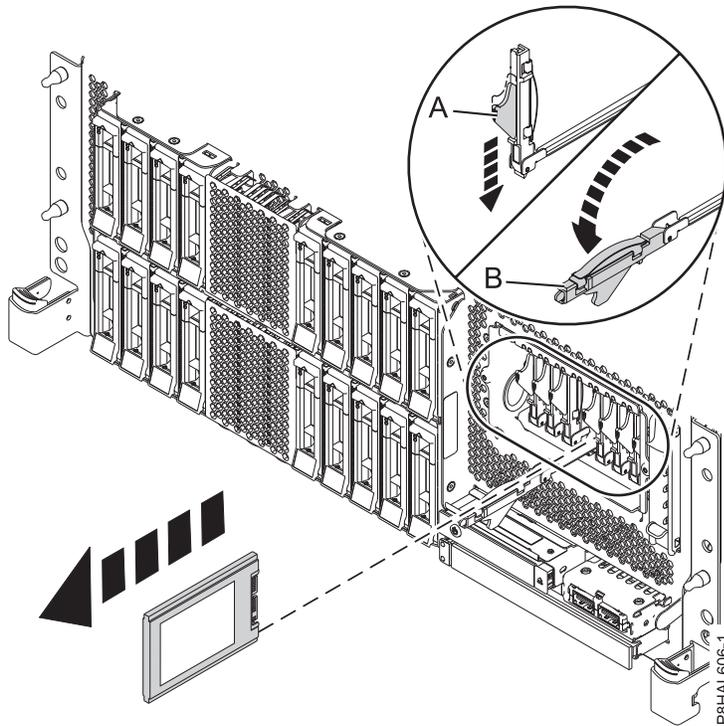
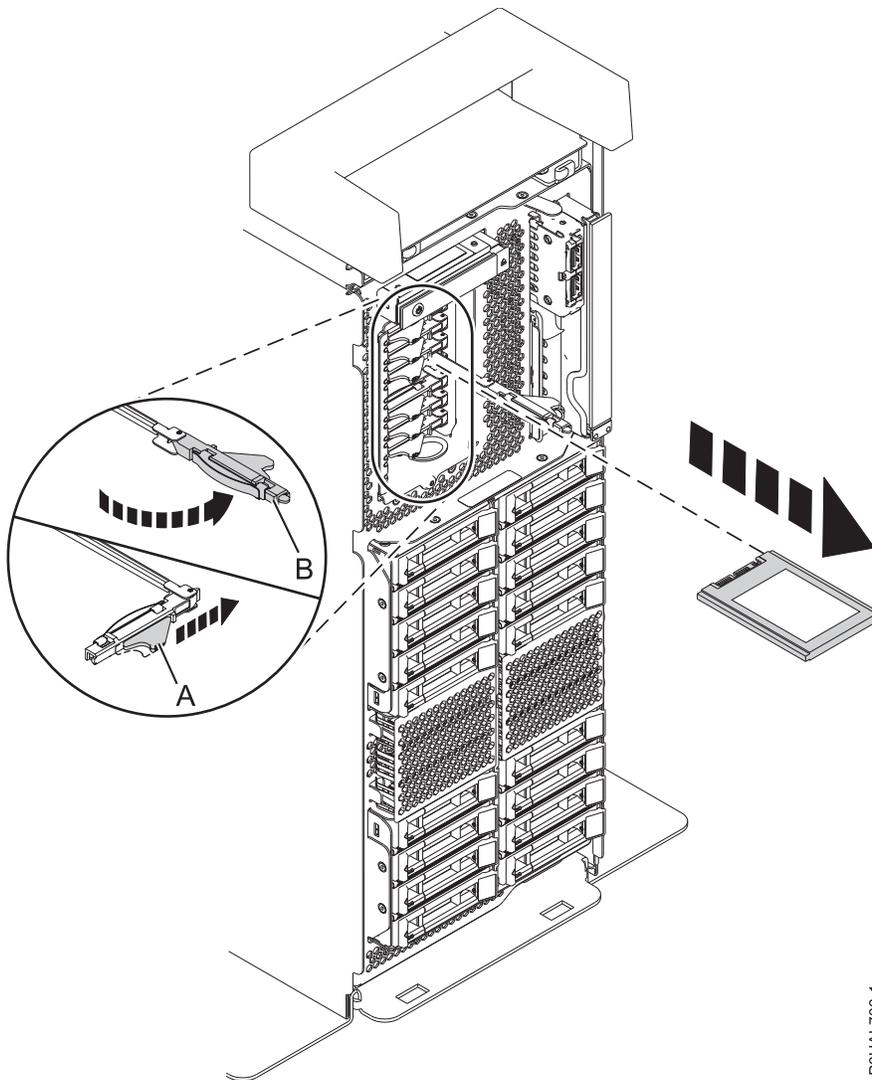

Abbildung 77. Solid-State-Laufwerk in einem Einschubsystem mit erweiterten Funktionen ausbauen
Abbildung 78. Solid-State-Laufwerk in einem Standalone-System mit erweiterten Funktionen ausbauen
11. Wenn die Kennzeichnungs-LED leuchtet, ohne zu blinken, entriegeln Sie den Griff des Laufwerks (B), indem Sie die Verriegelung (A) in die gezeigte Richtung schieben und den Griff des Laufwerks (B) zu sich hin nach außen ziehen. Siehe Abb. 77 und Abb. 78 auf Seite 88. Wird der Griff nicht ganz nach außen gezogen, lässt sich das Solid-State-Laufwerk nicht aus dem System schieben.